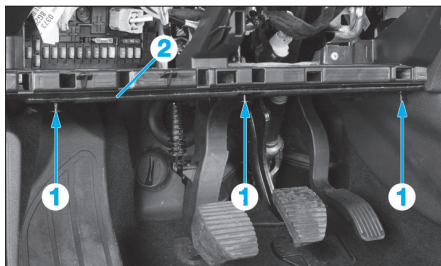

Fig. 4
- Déposer les agrafes (1) puis écarter la garniture (2) (Fig.4).
- Déposer la garniture (2).